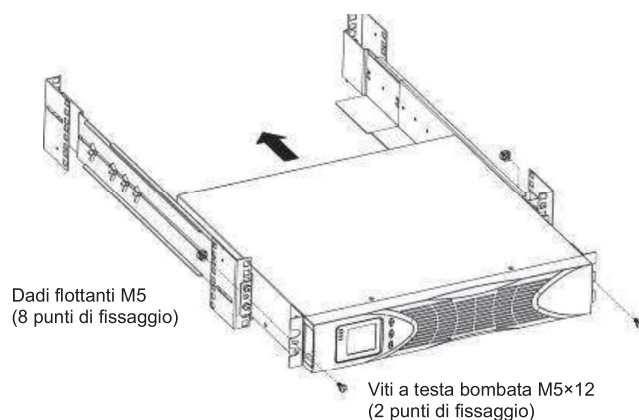

Figura 4 Fissaggio della parte anteriore dell'armadio
- l) Fissare la parte anteriore dell'UPS al rack con una vite a testa bombata M5x12 e un dado a gabbia M5 su ogni lato (v. Figura 4). Installare la vite inferiore su ogni lato nel foro inferiore del supporto di montaggio e nel foro inferiore della guida.